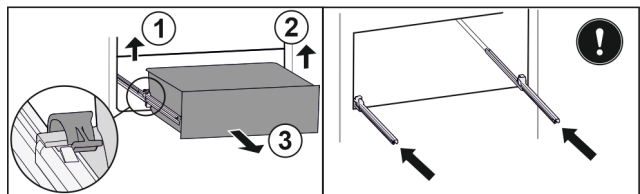

Fig. 153
- ▶ Linker klem optillen en gelijktijdig lade links naar voren trekken. Fig. 153 (1)
- ▶ Rechter klem optillen en gelijktijdig lade rechts naar voren trekken. Fig. 153 (2)
- ▶ Lade naar voren toe verwijderen. Fig. 153 (3)